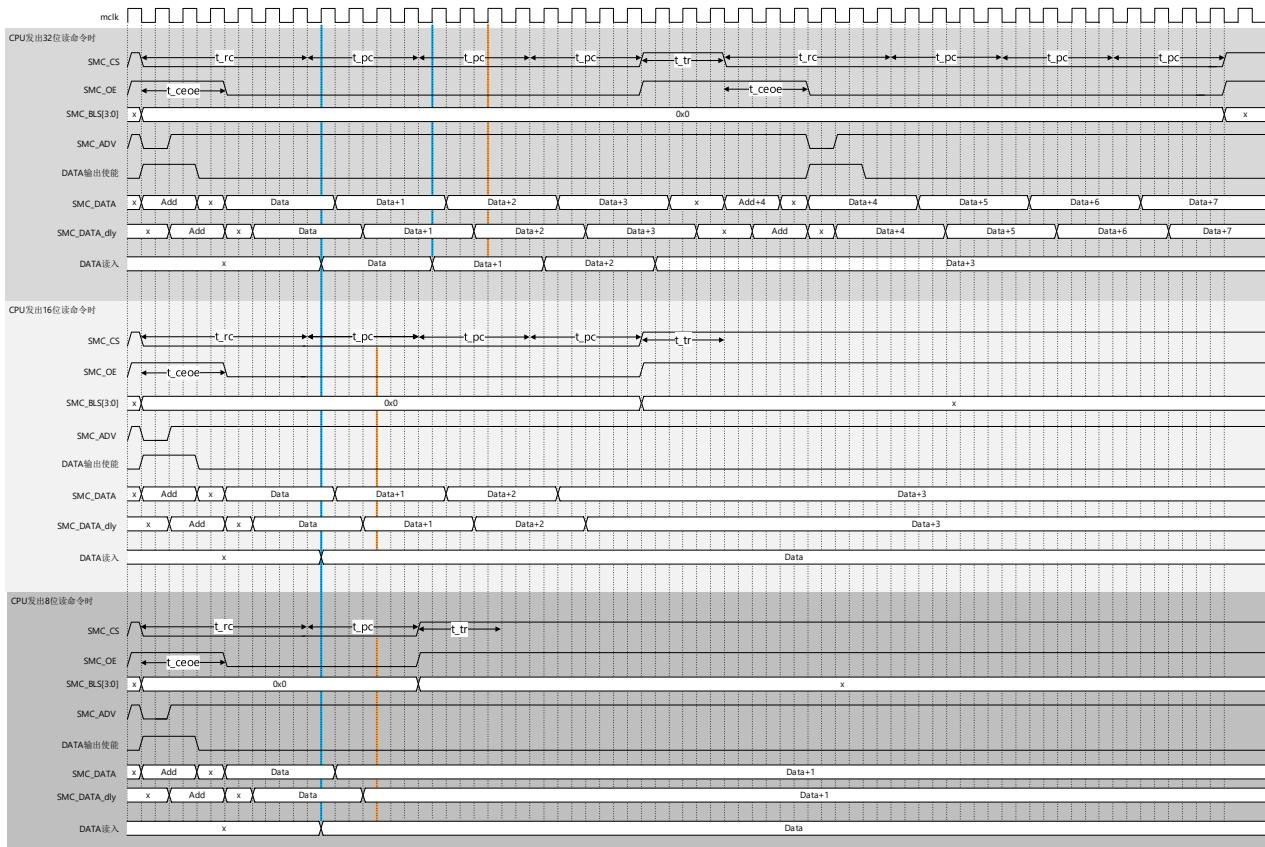

图 40-19 地址数据复用突发读动作基本时序 (同/异步方式 (RSYN=1/0) &16 位位宽 (MW=01) &RBL=001)
e) 表 40-11 和图 40-19 是突发读动作的基本时序图和设定例。